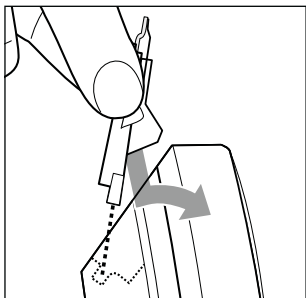

Fig. 10
- 6) Coloque el saliente del cabezal de corte **1** bajo el borde posterior de la carcasa. Presione el cabezal de corte **1** hacia abajo para introducirlo en el soporte del saliente y, tras esto, desplácelo hacia delante hasta que encastre audiblemente en el aparato (consulte la fig. 10).